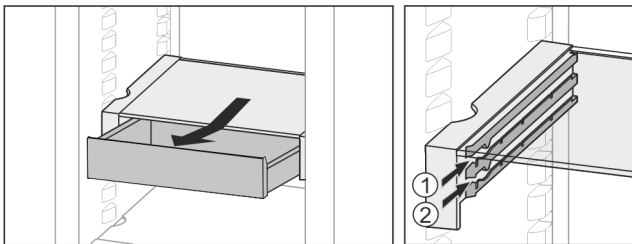

Fig. 38
- ▶ Op een willekeurige hoogte Fig. 38 (1) of Fig. 38 (2) erin schuiven.